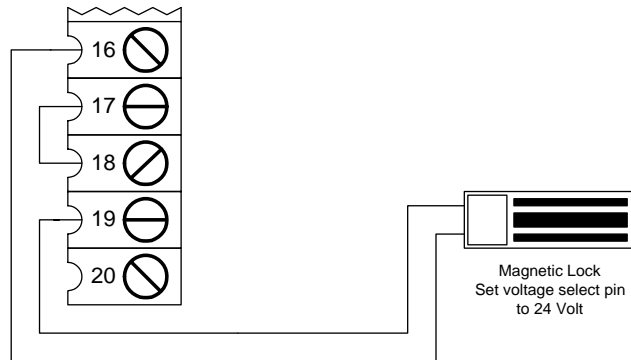

Figura 31 .
- conecte la chapa magnetica según lo demostrado en la figura 31.